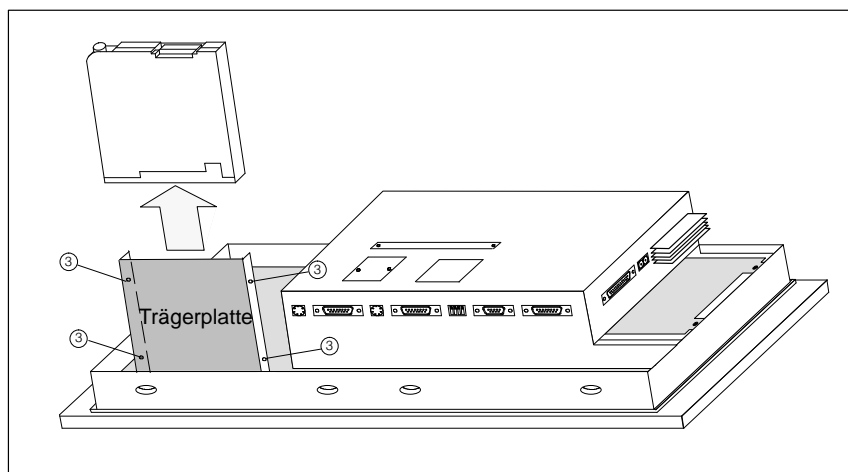

Bild 6-7 Schrauben der seitlichen Stege an der Trägerplatte lösen und Diskettenlaufwerk herausnehmen
4. An den seitlichen Stegen der Trägerplatte vier Schrauben ③ lösen (siehe Bild 6-7).